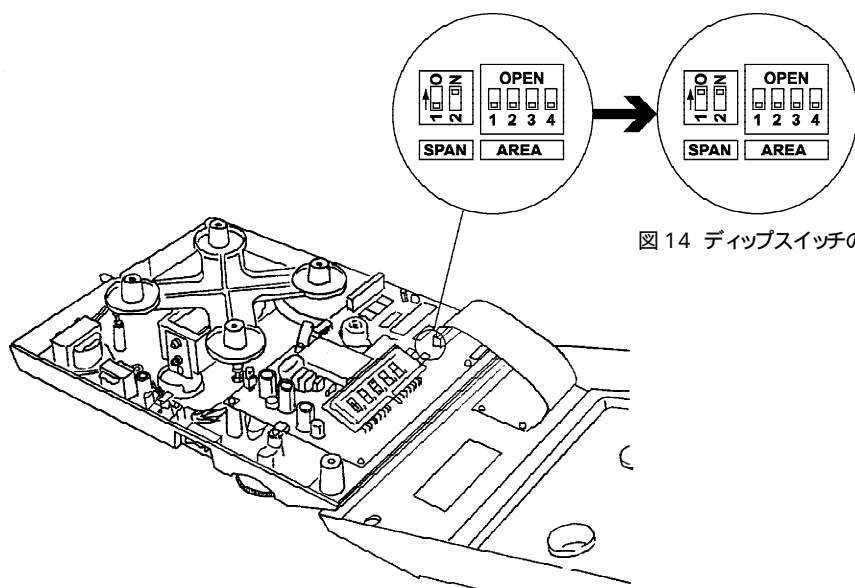

図 14 ディップスイッチの設定
(6)図 14のように左側のディップスイッチの1をONにします。